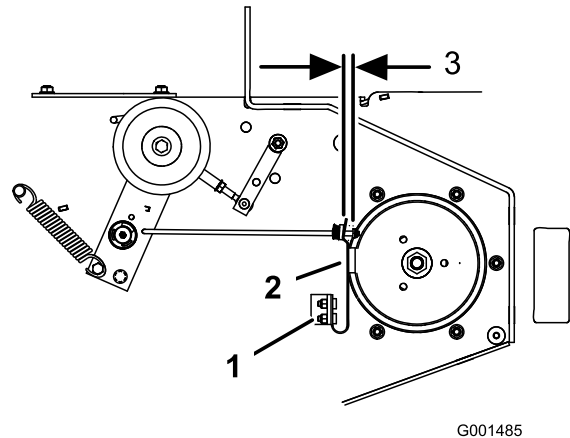

Figure 54
3. Le cas échéant, ajustez les boulons de fixation de ressort de sorte que la plaquette de frein de lame frotte contre les deux côtés de la gorge de la poulie (Figure 54).
4. Ajustez l'écrou à l'extrémité de la tige de frein jusqu'à ce que l'écrou et l'entretoise soient espacés de 3 à 5 mm (1/8 à 3/16") (Figure 54).